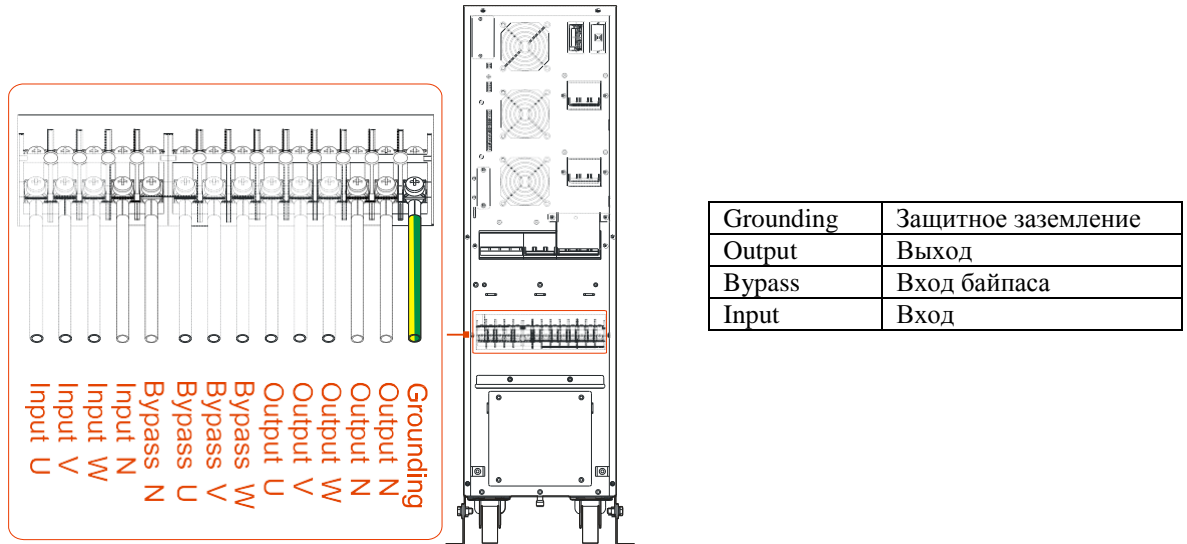
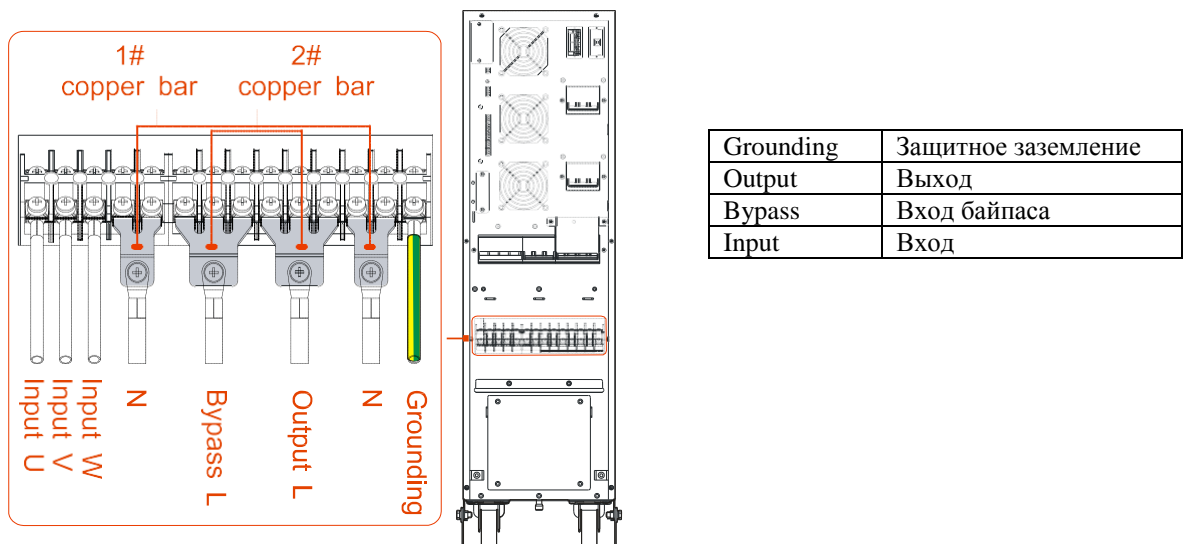
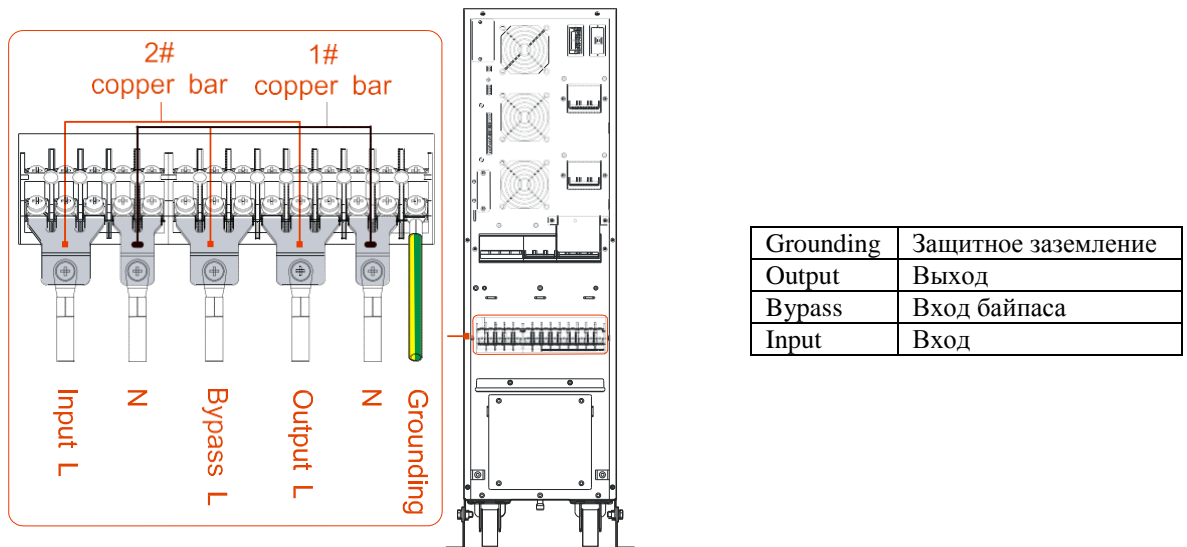

Рис. 3-14 Диаграмма подключения для 33 режима
Рис. 3-15 Установка перемычек и подключение кабелей для 31 режима
Рис. 3-16 Установка перемычек и подключение кабелей для 11 режима
Step 2 Для моделей ИБП 10/10S/15/15S/20/20S возможны режимы 33, 31 и 11, как указано на маркировке, см. Рис. 3-13. Подключение кабелей в 33 режиме, 31 режиме и в 11 режиме различаются, см. Рис. 3-14, Рис. 3-15, Рис. 3-16.
Подключите кабели к соответствующим клеммам, как показано на диаграмме, см. Рис. 3-14.
Возьмите две пары медных перемычек типа 1# и 2#, подключите их к клеммам ИБП (как показано на Рис. 3-15). Затем подключите кабели в соответствии с диаграммой.
Возьмите пару перемычек типа 1# и три перемычки типа 2#, подключите их к клеммам ИБП (как показано на Рис. 3-16). Затем подключите кабели к соответствующим клеммам и перемычкам по диаграмме.